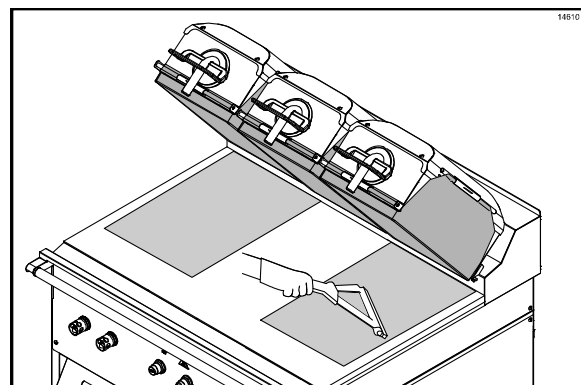

Abbildung 76
51. Die letzten beiden Schritte mit der Trennfolie für die andere Seite des Grills entsprechend wiederholen. (Siehe Abbildung 76.)